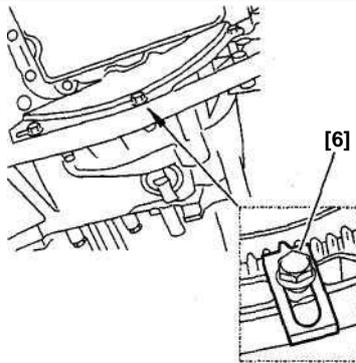

Рис. 7.7. Заблокируйте маховик с помощью фиксатора [6].
8. Заблокируйте маховик с помо щью фиксатора [6] (рис. 7.7).